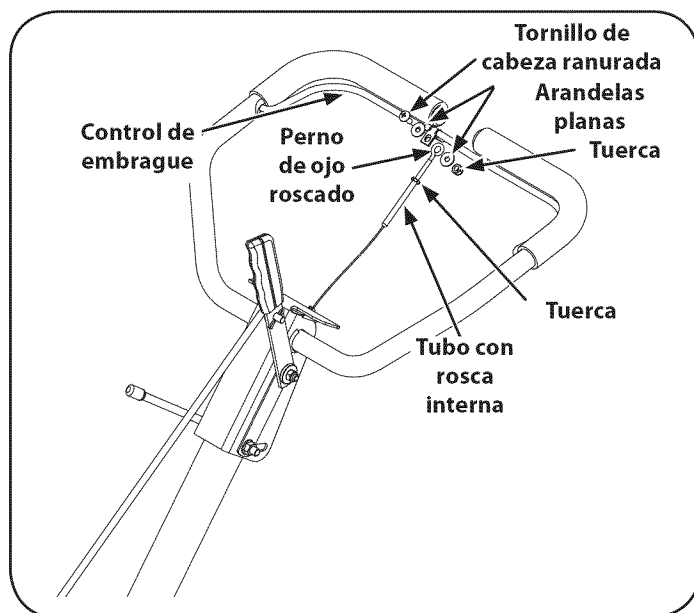

Figura 5
4. Retire el tornillo de cabeza ranurada, la tuerca y las dos arandelas planas del gancho del embrague. Vea la Figura 5.
6. Enrosque el perno de ojo y la tuerca que quitara anteriormente en el tubo con rosca interna que está en el extremo del cable. Debe enroscar un trozo de alrededor de 3/4". Apriete la tuerca contra el tubo en el extremo del cable. Vea la Figura 5.